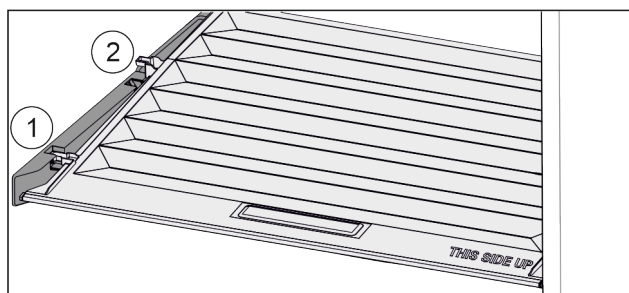

Fig. 41
- ▶ Vytáhněte víko dopředu až k otvoru v přídržných dílech Fig. 41 (1).
- ▶ Vzadu zespolu nadzvedněte a vyjměte směrem nahoru Fig. 41 (2).